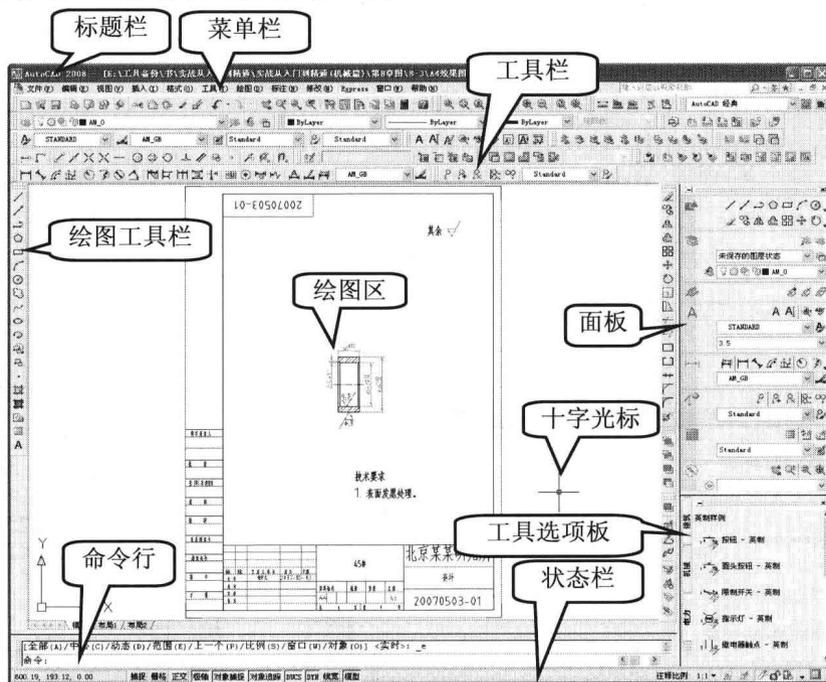
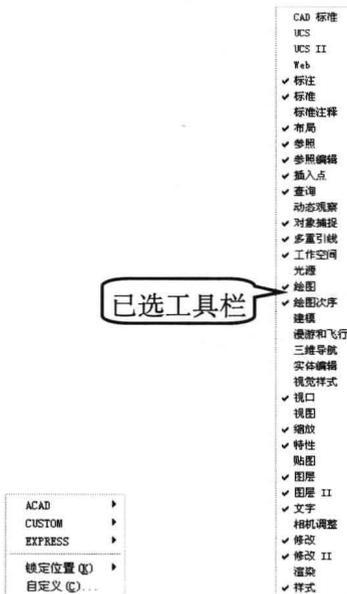

图 1-1 AutoCAD 2008 界面设置
图 1-2 工具栏右键菜单_1 图 1-3 工具栏右键菜单_2
实例要求: 设置如图 1-1 所示 AutoCAD2008 软件界面。
绘制思路/分析: 通过对图 1-1 分析可知,其
① 启动 AutoCAD 2008 时，界面上仅有系统默认常用工具栏。为方便后继操作，应添加相应工具栏，可在工具栏的非按钮区域进行右键单击，则弹出如图 1-2 所示选项。
② 将鼠标移至图 1-2 所示选项中的 ACAD 上，则该选项展开，显示当前已选工具栏。单击其中相应选项则其对应工具栏出现在绘图区，然后将其移动到适当位置并进行排列，可出现图 1-1 所示情形。应用本方法设置所选工具栏后，ACAD 中将出现已选标志，如图 1-3 所示为图 1-1 所示界面设置中所选工具栏。
③ 注意到图 1-2 所示菜单，其中有“锁定位置”选项，若设置工具栏完毕，则可将工具栏位置进行锁定，防止后继操作将工具栏移位。